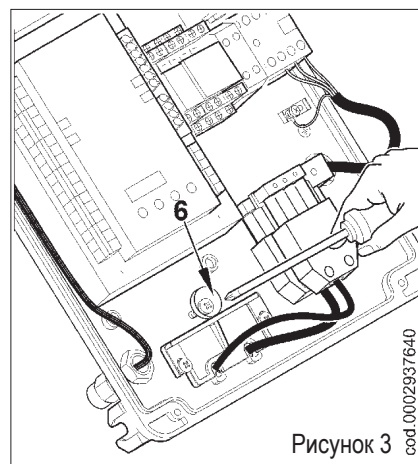

Рисунок 3
- Поместите пластинку кабельного зажима, как указано на рис. 3. Поверните эксцентрик (6) так, чтобы пластинка зажима прижала должным образом два провода. Теперь можно затянуть винты, фиксирующие пластинку зажима. Наконец, соедините 7-штырьковый и 4-штырьковый разъёмы.